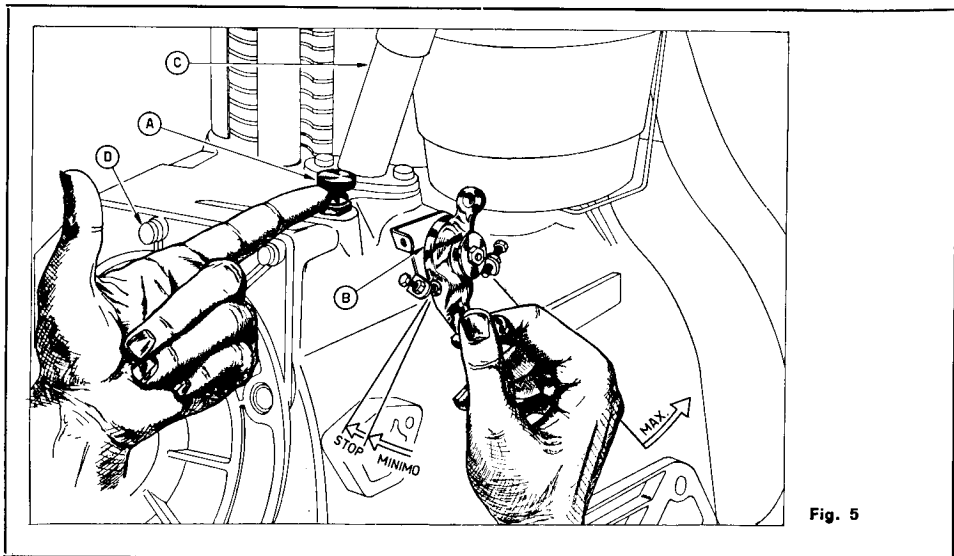

Fig. 5
- 1) Si mette l'acceleratore su una posizione intermedia fra Max e Min (Fig. 5).
Prima di fermare il motore si deve ruotare il pomello dell'acceleratore verso il minimo (Fig. 5 - Min.) e lasciar girare il motore per circa 5 minuti. Spingendo a fondo il pomello (Fig. 5 - Stop) si provocherà l'arresto del motore.
Si ricorda che la massima quantità di nafta che la pompa può erogare viene regolata in Ditta mediante il bullone con eccentrico (Fig. 5 - A) in relazione alla potenza che il motore deve fornire.